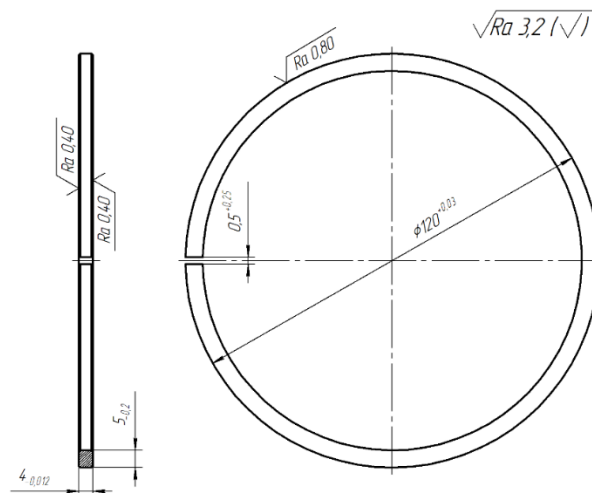

Рисунок 3.4 – Кільце
38. Обробляється деталь кільце (рис. 3.4). Виберіть заготовку деталі кільце. Матеріал деталі – спеціальний сірий чавун СЧМ-1. Масова форма виробництва.